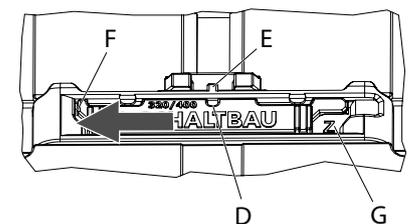

Abb. 24:
- Den Riegel am Schieber mit einem Schlitzschraubendreher um ca. 4 bis 5 mm bis auf Anschlag in die verriegelte Position schieben (Abb. 24/F).
- Sicherstellen, dass sich der Riegel in verriegelter Position befindet (Abb. 24).
- Der Riegel muss ganz nach links in die Position (F) geschoben sein.
- Aussparung (D) des Riegels und Balken (E) des Grundkörpers müssen übereinander stehen.
- Der Buchstabe „Z“ bzw. ein Schloss-Symbol ist rechts am Schieber sichtbar (G).